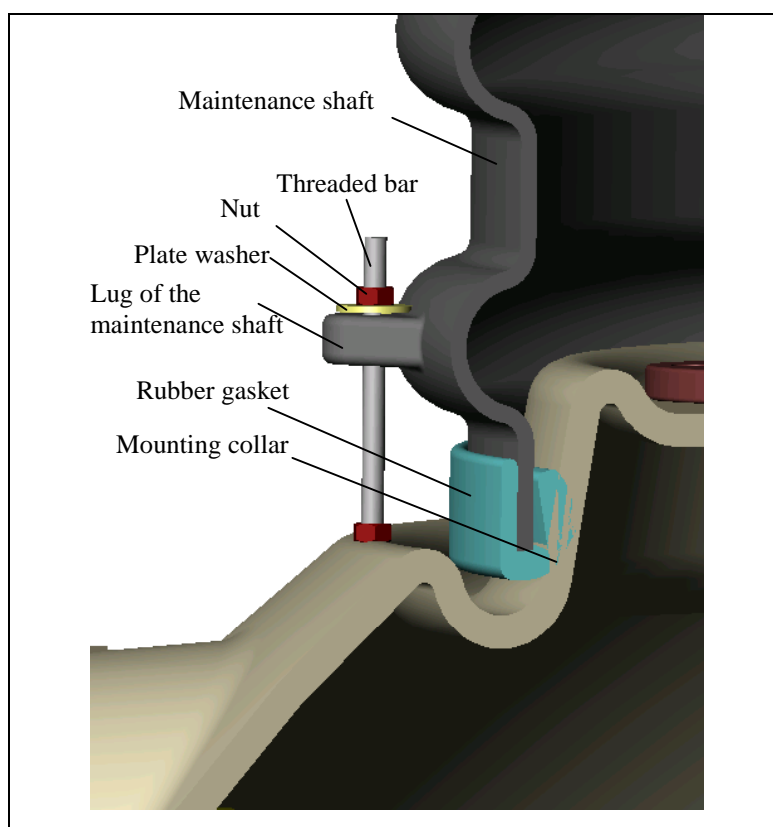

Fig. 3. Tilslutning af EuroHUK Rense- og inspektionsbrønd med EuroHEK Omega sand- og slamfang.
7. Installer gummiringe på rense- og inspektionsbrøndens bundkant. Installer EuroHUK rense- og inspektionsbrønden i lodret stilling i sand- og slamfangets monteringsramme. Fastgør rense- og inspektionsbrønden i den ønskede position med gevindskårne stænger og møtrikker (se Fig. 3).